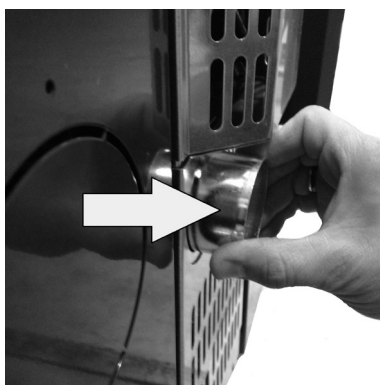

Fig. 13 - Fase 2
- Trek de buis circa 2 cm uit (zie **Fig. 13**).